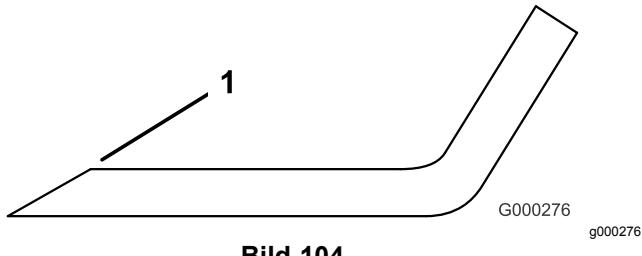

Bild 104
1. Schärfen Sie die Schnittkante an beiden Enden des Schnittmessers mit einer Feile (Bild 104).
Hinweis: Feilen Sie, wenn das Schnittmesser nicht ausgewuchtet ist, vom Flügelbereich des Messers etwas Metall ab (Bild 104).